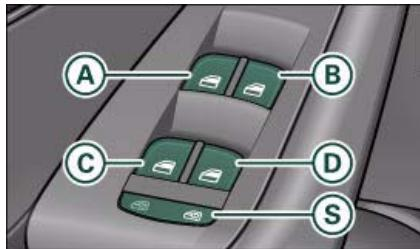

Fig. 34 Detalle de la puerta del conductor: Mandos
Si la tecla de seguridad (S) está pulsada \Rightarrow página 41, fig. 34, el símbolo luce  en la tecla. Los mandos de los elevalunas en las puertas traseras están desactivados.